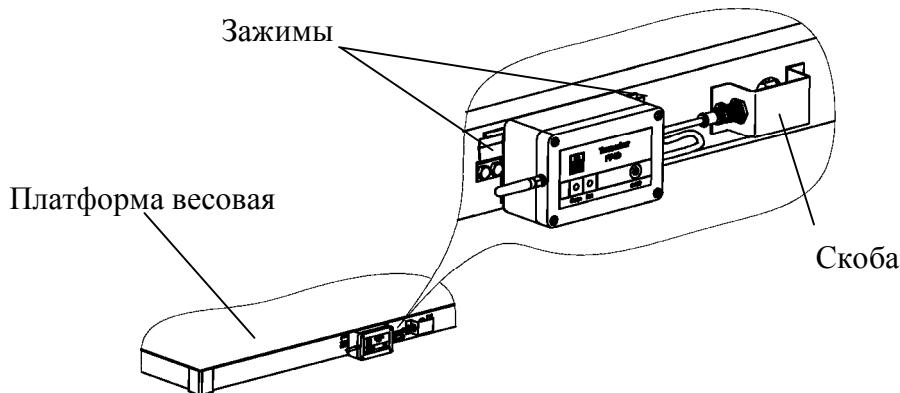

Рис. 4.2 - Установка приемопередатчика на внешнем контуре платформы.
4.1.4.1 Ввернуть антенну в корпус приемопередатчика. Установить приемопередатчик в зажимы на внешнем контуре платформы, как показано на рис. 4.2, соединив разъем приемопередатчика с разъемом платформы.
- установить приемопередатчик в зажимы, как показано на рис. 4.2, соединив разъем приемопередатчика с разъемом платформы.